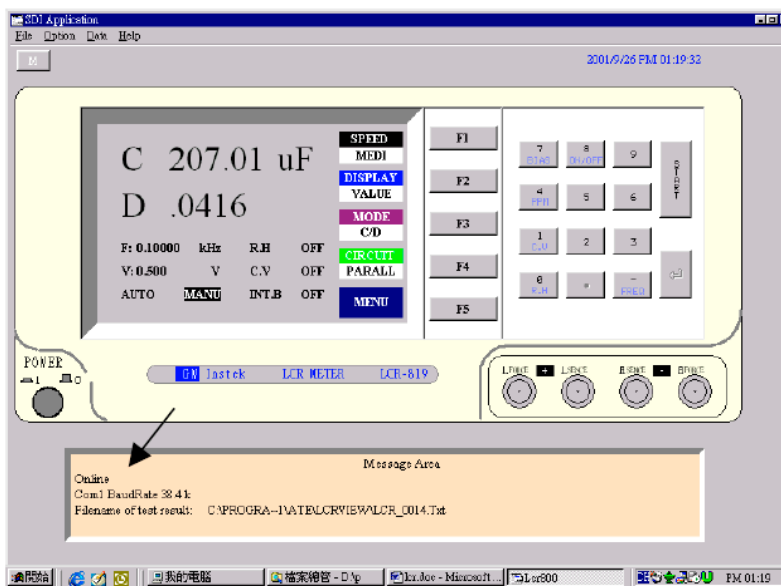

Figure 9-2
- 4) PC との接続が出来たか PC ソフトウェア“LCR-VEIWER”接続メッセージを確認します。接続が出来ていない場合、“LCR-VEIWER”の COM ポートの設定項目を変更し、接続できるまで再度実行してください。図 9-2、9-3、9-4 を参照して下さい。